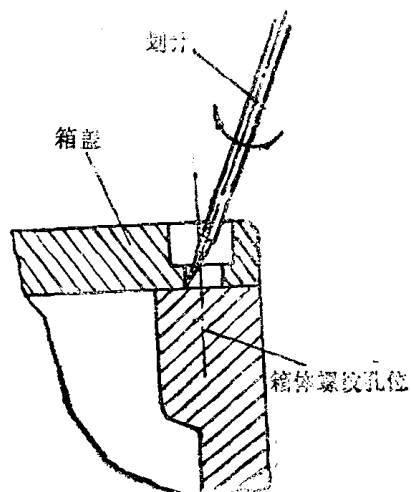

图 2-20 围划法
(1) 围划法 适用于按螺栓过孔配划螺纹孔，如图2-20所示。配划前，先在工件需要划线的部位涂好显示剂，再把已钻出孔的装配件放在上面，用目测或手感，使工件对正位置。